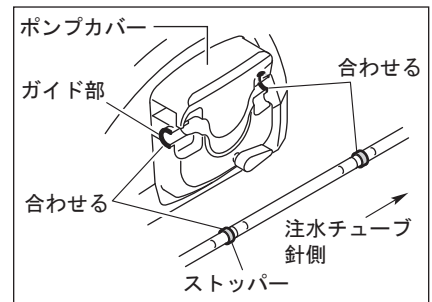

図6
- 2) 注水ポンプに、イリゲーションチューブセットを装着します。注水チューブ針がコントロールユニット後面にくるように、チューブ部分を注水ポンプ内に挿入し、ストッパーをガイド部に合わせてしっかりはめ込んでください。(図6)